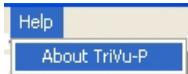

Рисунок 55. Help->About
3. Нажмите *Help ▶ About TriVU* (Рис. 55).